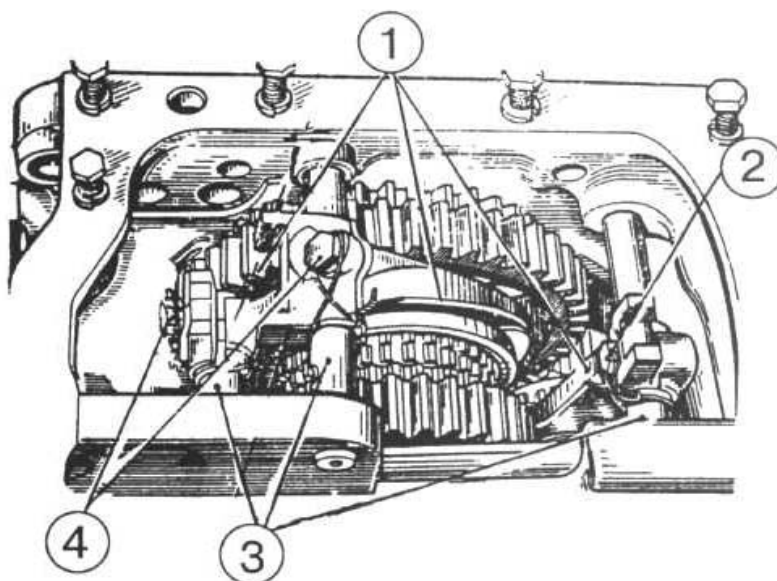

Рисунок 4.34
- 10) расконтрите и отвинтите болты (2) (**рисунок 4.34**) вилки (1) на поводках (3), выбейте поводки из корпуса и выньте вилки;